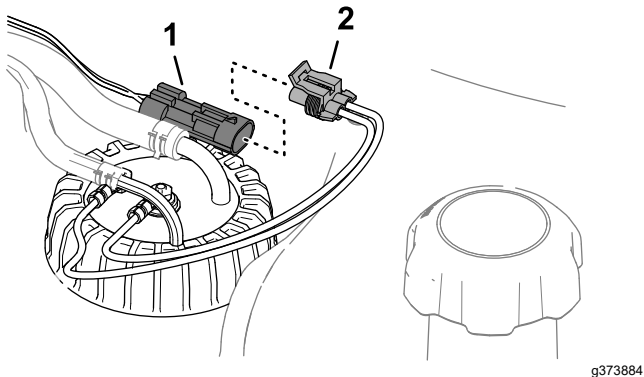

Рисунок 95
6. Подсоедините разъем жгута проводов датчика уровня топлива к разъему жгута проводов машины (Рисунок 95).